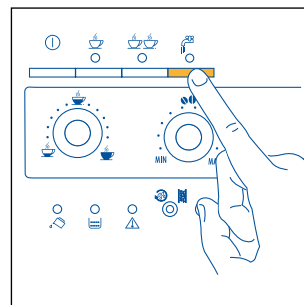

Fig.21
- Tryck på knappen  (fig. 21). Kontrolllampan  tänds för att visa att denna funktion har valts.
- Tryck på knappen  (fig. 21). (Mata inte ut hett vatten under längre tid än 2 minuter).